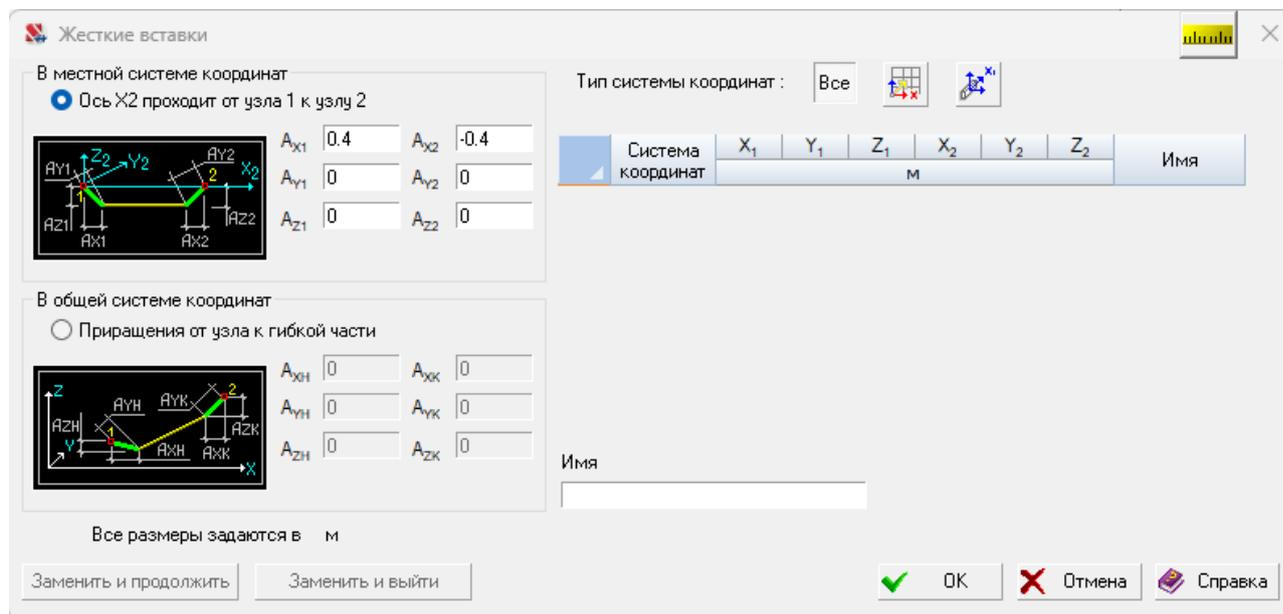

Рис. 3.8. Создание жестких вставок
1. Установка жестких вставок для колонн. На вкладке **Назначения** выбрать **Установка/Удаление жестких вставок** . В разделе **В местной системе координат** ввести в поле **Ax1: 0.4** (нижняя часть колонны), в поле **Ax2: -0.4** (верхняя часть колонны) и нажать **ОК** (рис. 3.8).